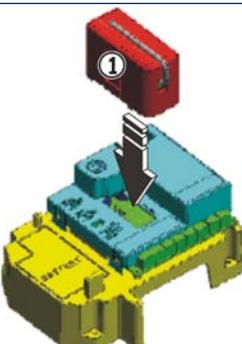

Fig. 3
El equipo electrónico está provisto de un sistema de descodificación bi-canal integrado. Este sistema permite memorizar, mediante un módulo receptor adicional (Fig. 3 ref. ①) y radiomandos de la misma frecuencia, tanto la apertura total (OPEN A) como la apertura parcial (OPEN B) de la automoción.